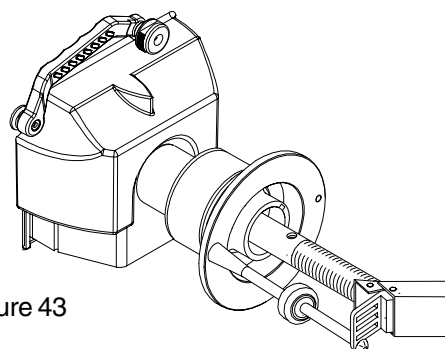

Figure 43
4. L'afficheur indique maintenant **"to "CAL" "SLG"**. Visser le poids de calibrage sur l'extérieur de la bride. Mettre en contact le bout du dispositif de mesure largeur avec le bout de l'élément de calibrage et le maintenir pendant une seconde ou appuyer sur le bouton **"F"** (Figure 43). L'afficheur indique **"SAP" "E-2" "FIN"** pendant une seconde suivi d'une sonnerie indiquant que le calibrage a été réussi. L'unité passe à l'état inactif.